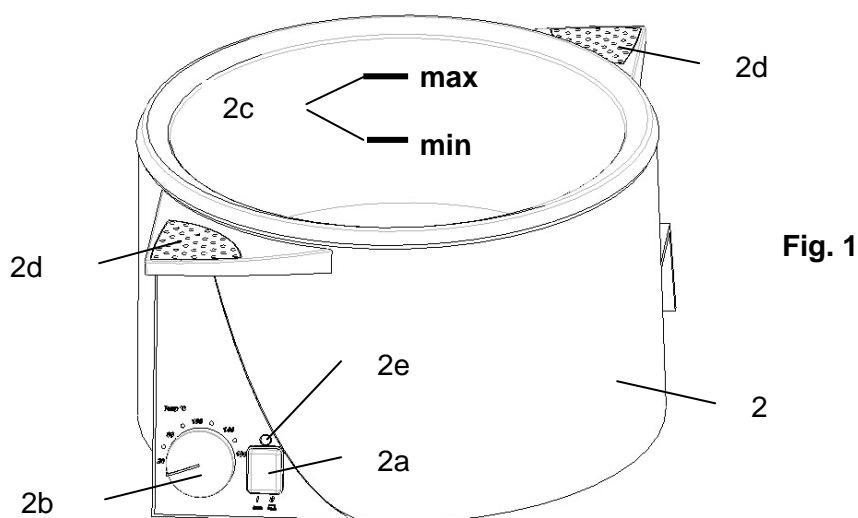

Fig. 1
2. Allacciamento elettrico (fig. 1)
3. Riempimento del bagno riscaldante (fig. 1)